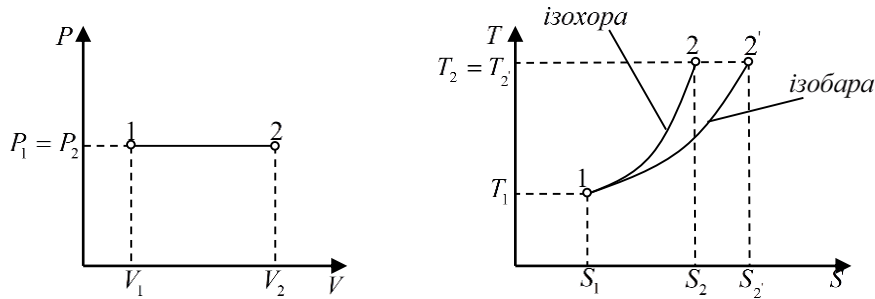

Рис. 5.2. Ізобарний процес в в PV і TS-координатах
4. Ізобарний процес в PV і TS-координатах (рис.5.2.).